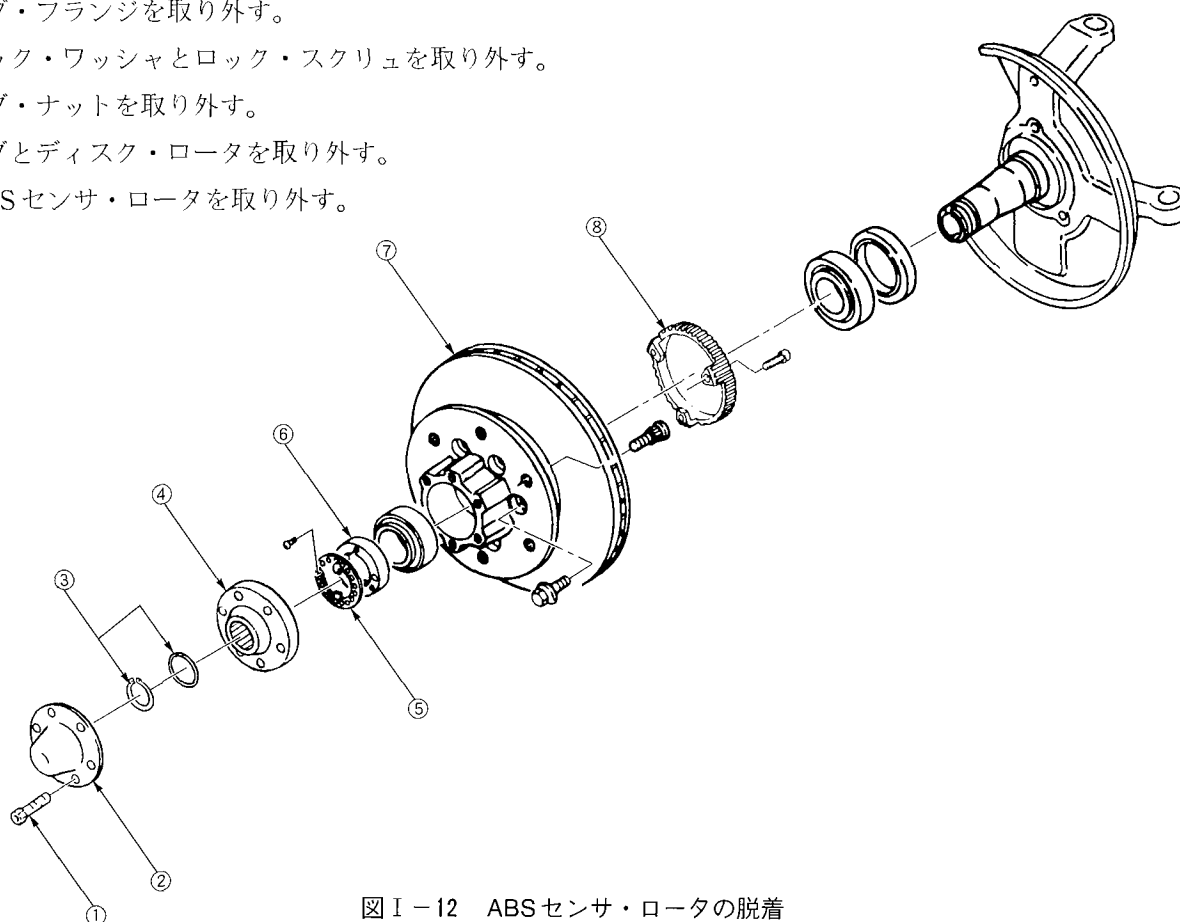

図 I-12 ABS センサ・ロータの脱着
(1) 脱 着 (図 I-12)
- ①ボルトを取り外す。
- ②キャップを取り外す。
- ③スナップ・リングとシムを取り外す。
- ④ハブ・フランジを取り外す。
- ⑤ロック・ワッシャとロック・スクリュを取り外す。
- ⑥ハブ・ナットを取り外す。
- ⑦ハブとディスク・ロータを取り外す。
- ⑧ABS センサ・ロータを取り外す。